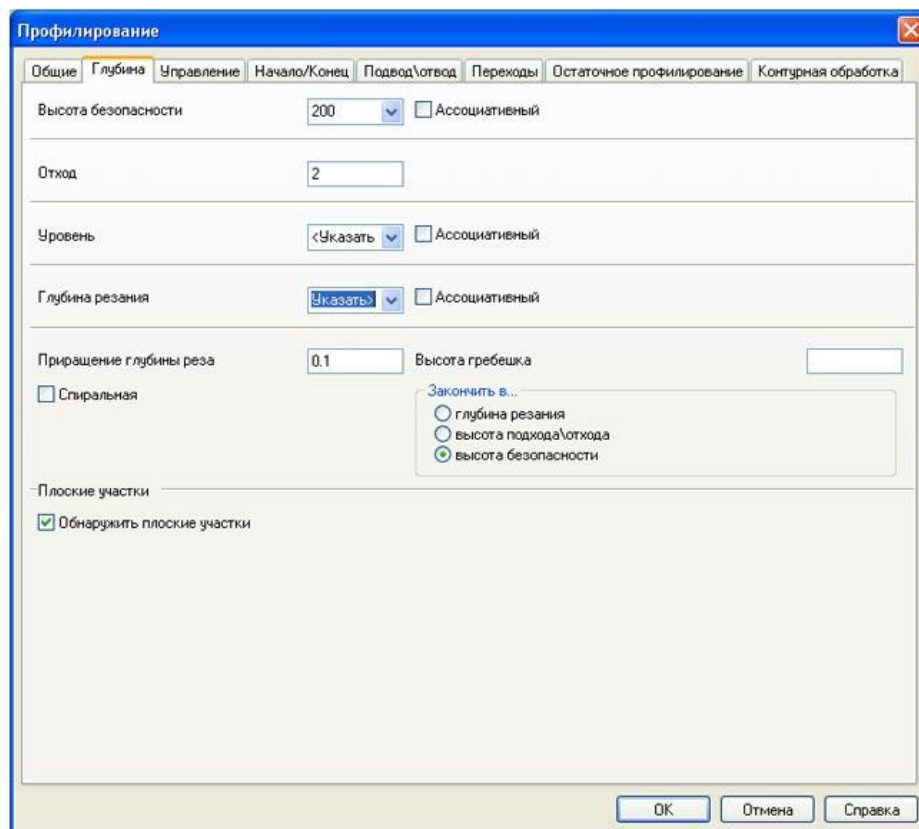

Рис. 9. Edgcam. Указать глубину резания
- Глубина - уровень и глубину резания выбрать параметр «Указать», т.е. определить с модели (рис.9);